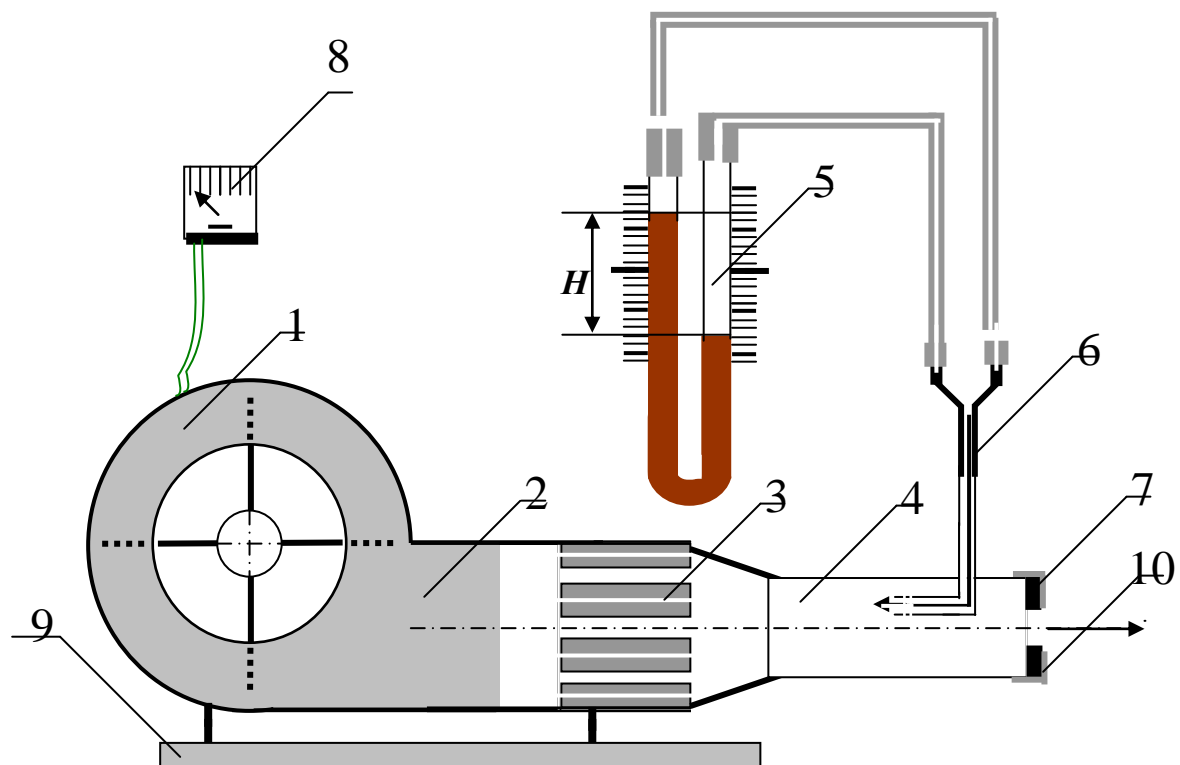

Рисунок 2 Схема лабораторной установки
Лабораторная установка (рисунок 2.) смонтированная на металлической подставке 9 состоит из: испытуемого вентилятора 1, с электродвигателем подключающимся к электросети 380В через ваттметр 8; воздухораспределительной трубы 2 со встроенной выравнивающей решёткой 3 присоединённой к выходному патрубку вентилятора; U-образного водяного манометра 5 закреплённого на специальном щитке; трубки Пито 6, которая закрепляется на установочной рамке в нужном сечении воздухопровода 4. В выходном конце воздухопровода 4 имеется посадочное место с фиксатором 10 для установки диафрагмы 6.
подключён к манометру. При таком подключении трубка Пито автоматически производит вычитание из величины полного напора статического напора. По высоте H (рисунок 2) измеряют величину динамического напора, который используют для определения скорости воздушного потока.
- Изучаются общие положения, знакомятся с устройством лабораторной установки (рисунок 2).
- Проводятся опыты по определению динамического напора в данной точке поперечного сечения воздухопровода 4 (рисунок 2). Для этого: в посадочное место вставляется диафрагма 7, включается электродвигатель вентилятора, и записываются показания ваттметра 8 и водяного манометра 6. Опыт проводится для трёх разных диафрагм, в которых выполнены отверстия с диаметрами 50, 60 и 70 мм. По полученным значениям всех замеров производятся расчёты и определяются:
d_m – диаметр трубы (воздухопровода) 4 рисунок 2,